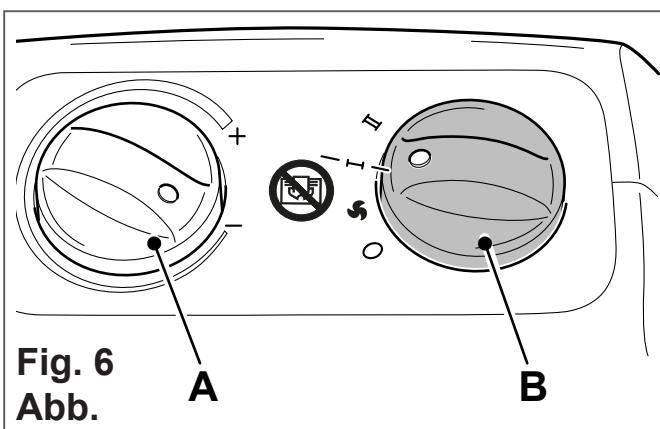

Fig. 6
- Per attivare la funzione POTENZA MINIMA, ruotare la manopola "B" in modo che il riferimento "●" sia allineato al simbolo "I" presente sul pannello comandi (fig. 6).
- To activate **MINIMUM POWER** function, turn knob "B" so that reference mark "●" is aligned with the "I" symbol on the control panel (fig. 6).
- Pour activer la fonction PUISSANCE MINIMALE, tourner la molette "B" de telle sorte que la référence "●" soit alignée sur le symbole "I" présent sur le pupitre de commande (fig. 6).
- Zur Aktivierung der Funktion MINDESTLEISTUNG drehen Sie den Knopf "B" so, dass der Bezug "●" mit dem Symbol "I" auf der Bedienkonsole (Abb. 6) zentriert ist.
- Para activar la función POTENCIA MÍNIMA, gire la manija "B" de tal forma que la referencia "●" quede alineada con el símbolo "I", presente en el panel de mandos (fig. 6).